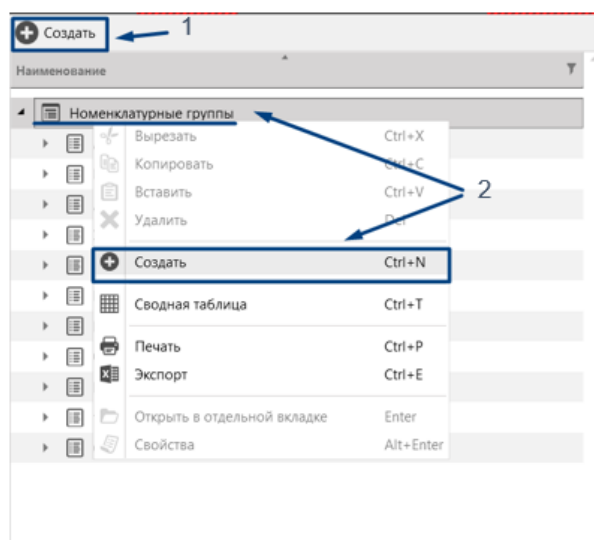

Рис. 25
- для основной группы – верхняя строка «Номенклатурные группы» (Рис. 25);